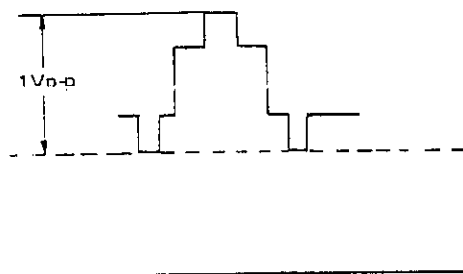

Abbildung 43.
2. Das Farbbalken-Signal (abgestuftes Signal) an das Gerät anlegen. Den Ausgang von TP-401 auf dem Oszilloskop (Selbstrigger) beobachten und R204 (EE-Pegelregelung) so einstellen, daß die erhaltene Wellenform der in Abb. 43 gezeigten entspricht.